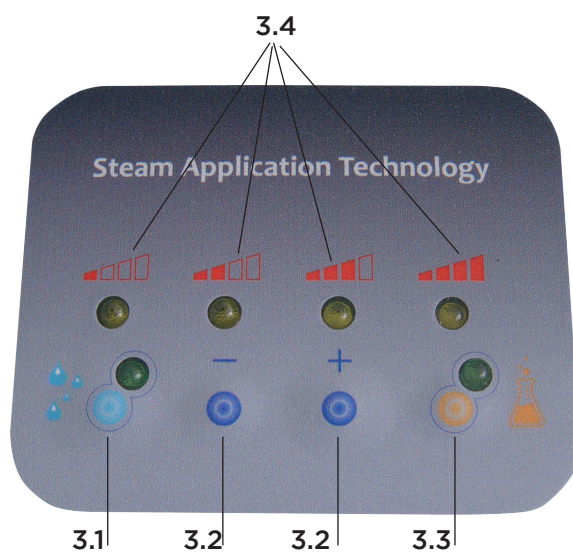

Rys. 1.
- Ustawić włącznik zasilania 1 (Rys. 1) w położeniu 1.
- Wyregulować strumień pary za pomocą ręcznego regulatora pary 6 +/- (Rys. 1) do pożądanego poziomu.
W przypadku zagrożenia, odniesienia obrażeń przez operatora, wycieku pary lub braku możliwości normalnego wyłączenia urządzenia należy natychmiast nacisnąć wyłącznik awaryjny 5 (Rys. 1). Wyłącznik pozostanie w położeniu WYŁ. do czasu jego ręcznego wyzerowania poprzez przekręcenie. Zerować WYŁĄCZNIK po usunięciu przyczyny awarii, zob. Rozwiązywanie problemów str. 13.
- Nacisnąć zielony przycisk 8 (Rys. 1).
- Wyregulować strumień pary za pomocą ręcznego regulatora 6 (Rys. 1).